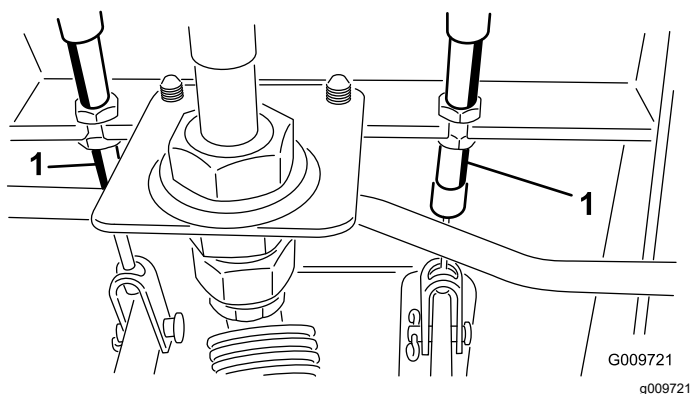

図 119
- A. ブレーキケーブル 図 119 の端にある前ナットをゆるめる。